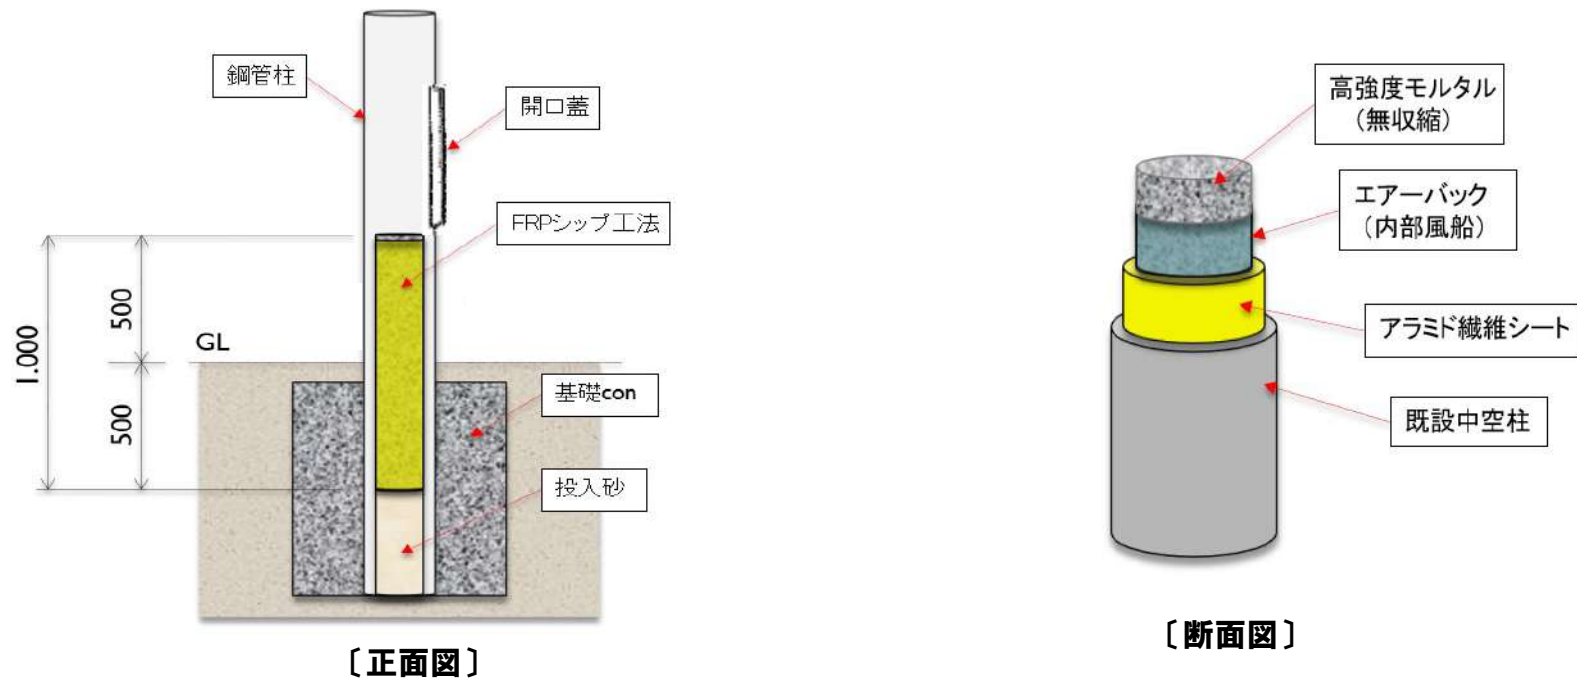

図1-1 FRPシップ工法の概要
FRPシップの概要を図1-1に示す。
(2) 外 観 普通仕様のアラミドパックの外観を図1-1に示す。
(図1-1) アラミドパック
(2-1) 外 観 二又仕様のアラミドパックの外観を図1-1に示す。